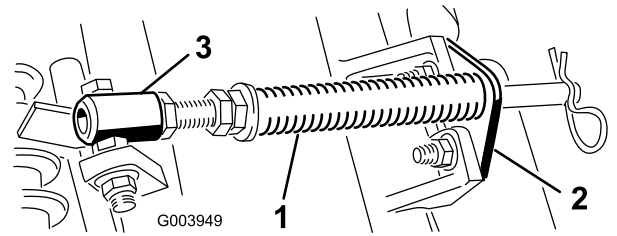

图 4
- A. 拆下把杆支架固定到滚刀组凸耳上的 2 个车身螺栓和螺母图 4。
- B. 拆下将弹簧套管栓固定到承载架凸耳(图4)上的凸缘螺母拆下组件。
注意 将螺栓头朝向凸耳外侧如图4所示。